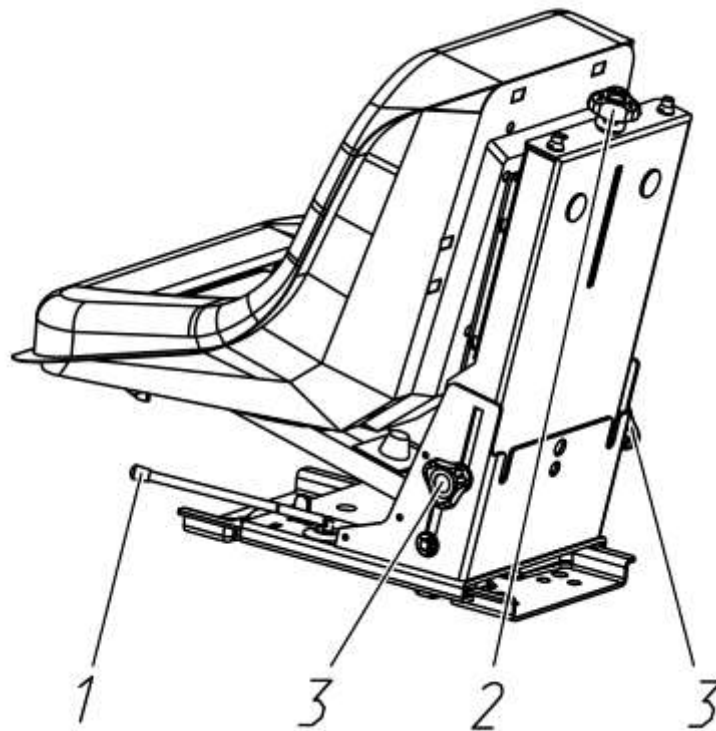

Рисунок 2.16.1 – Регулировки сиденья «GT50-SM20»
- регулировка по массе оператора. Осуществляется вращением маховика 2 (рисунок 2.16.1) в пределах от 50 до 120 кг. Для регулирования сиденья на большую массу необходимо вращать маховик 2 по часовой стрелке. Для регулирования сиденья на меньшую массу необходимо вращать маховик 2 против часовой стрелки.